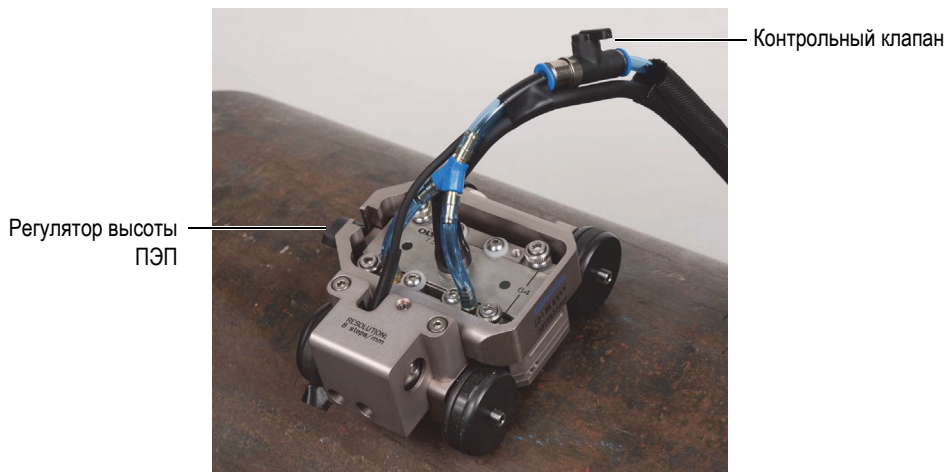

Рис. 2-3 Водяной контрольный клапан
3. Откройте водяной контрольный клапан (см. Рис. 2-3 на стр. 29).